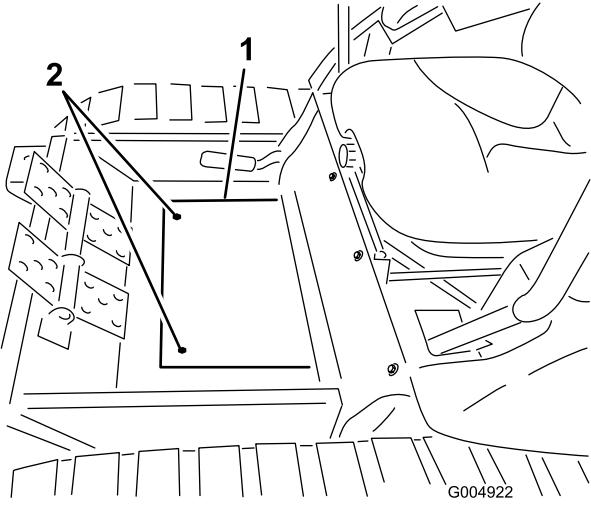

Figura 72
3. Togliete i 2 bulloni che fissano la copertura del pianale e rimuovete la copertura (Figura 72).